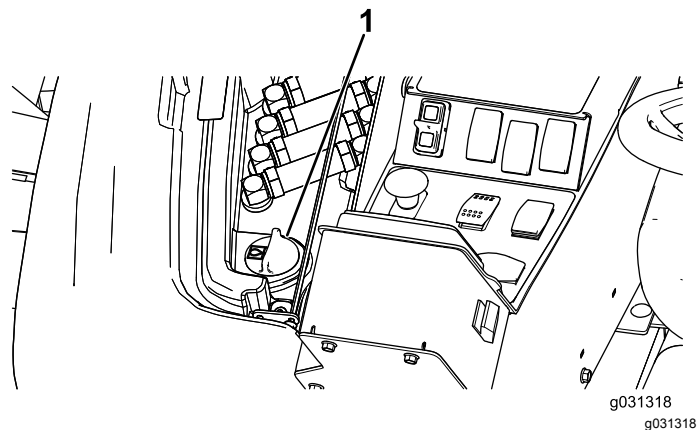

Figura 130
2. No lado direito da máquina, levante a cobertura de acesso para expor a tampa do depósito hidráulico (Figura 130).
3. Limpe a zona em redor do tubo de enchimento e da tampa do depósito hidráulico (Figura 130).